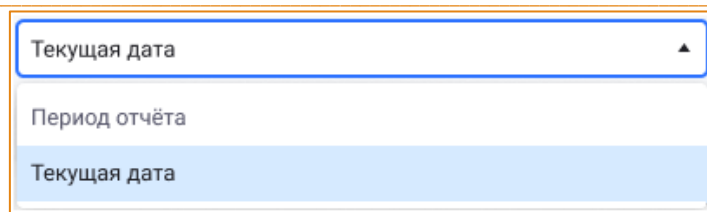

Рис. 191 – Значения поля выбора типа даты
- **Поле** выбора типа даты, выгружаемой в отчёт. В раскрывающемся списке поля необходимо выбрать одно из значений (Рис. 191):